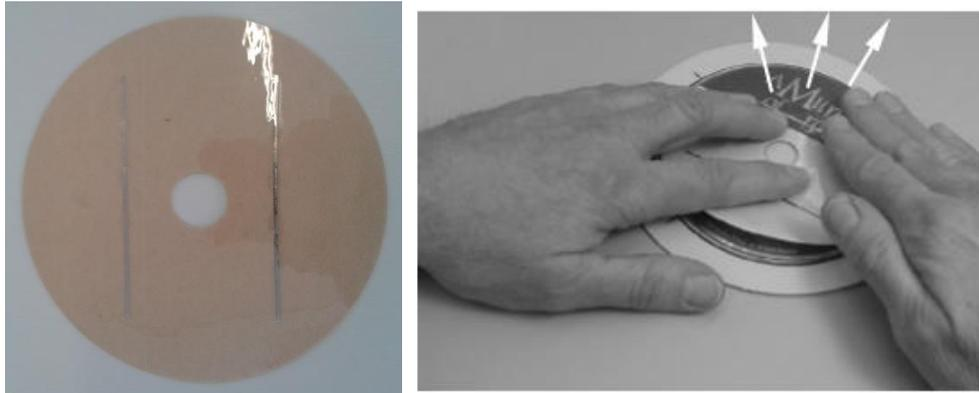

Figura 2. Adhiriendo la sección más pequeña de la Tira al disco deslizando hacia el borde.
- 4) Sujete la sección más larga de la Tira cerca del centro del disco. (**Figura 2**).
- Presione suavemente y deslice los dedos hacia los bordes como lo muestra la **Figura 2** para posicionar la Tira en el disco.